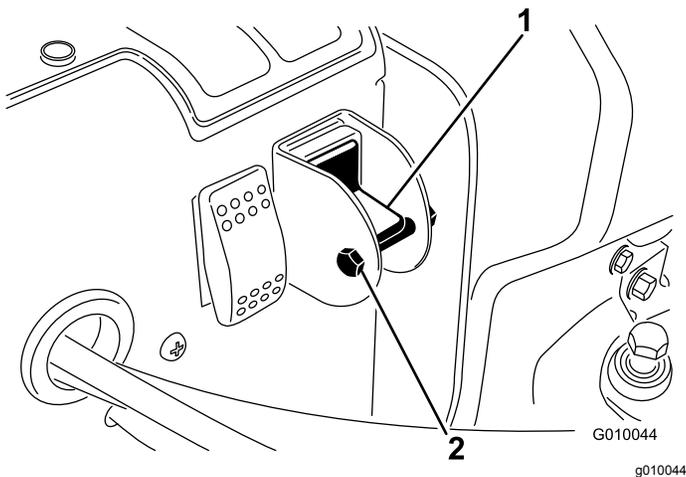

Bild 30
4. Entfernen Sie die Arretierschraube und die Mutter vom Auswahlschalter (**Bild 30**).